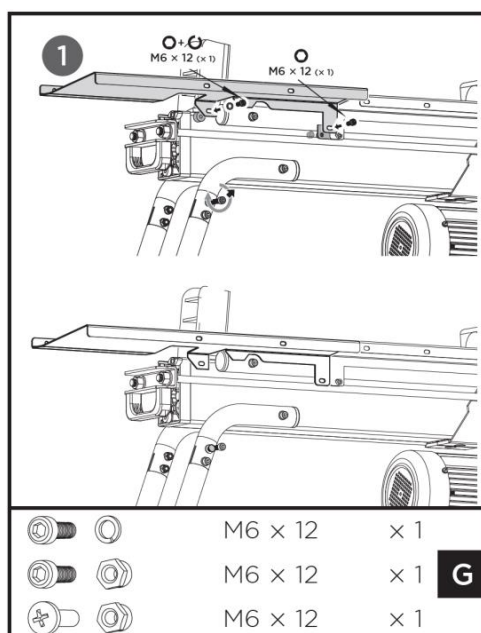

Fig. 7
3. Allineare i fori di montaggio del vassoio portatronchi 1 (f) con i fori sul lato posteriore dello splitter. Inserire una vite a testa cilindrica con esagono incassato M6x12 e una rondella elastica (G) nel foro di montaggio sinistro e una vite a testa cilindrica con esagono incassato M6x12 e un controdado M6 (G) nel foro di montaggio destro, quindi serrare saldamente entrambi. Vedere Fig. 7.
4. Allentare il bullone a testa bombata e il dado sul lato sinistro del telaio di supporto anteriore. Inserire l'estremità aperta del montante di supporto 1 (c) sul bullone e serrare il dado. Collegare l'estremità superiore del montante di supporto 1 (c) al vassoio porta-tronchi 1 (f) con una vite a testa cilindrica con intaglio a croce M6x12 e un controdado M6 (G), quindi serrare. Vedere Fig. 7.